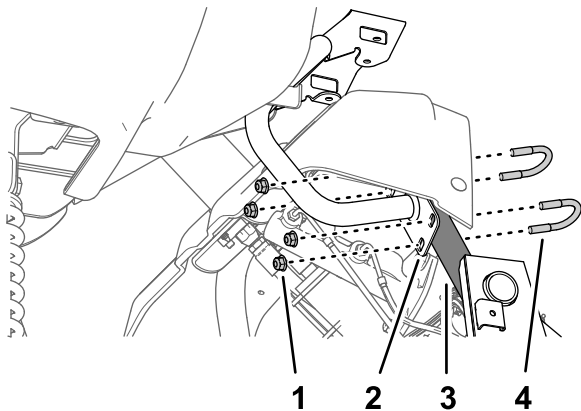

Figura 164
3. Monte la placa del soporte del monitor en el tubo del chasis de la máquina (Figura 164) con las 2 abrazaderas y las 4 tuercas con arandela prensada (5/16").